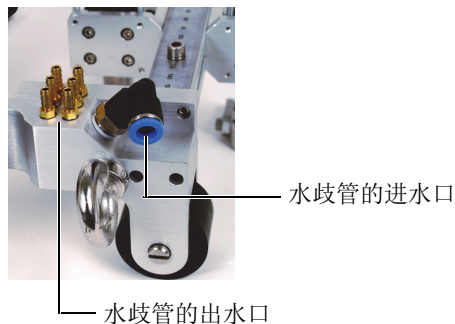

图 3-2 水歧管的细图
5. 将连接了水源的水管接入到扫查器歧管的进水口（参见第70页的图 3-2）。
6. 将连接在歧管出水口的注水管连接到楔块的注水口（参见第70页的图 3-2）。